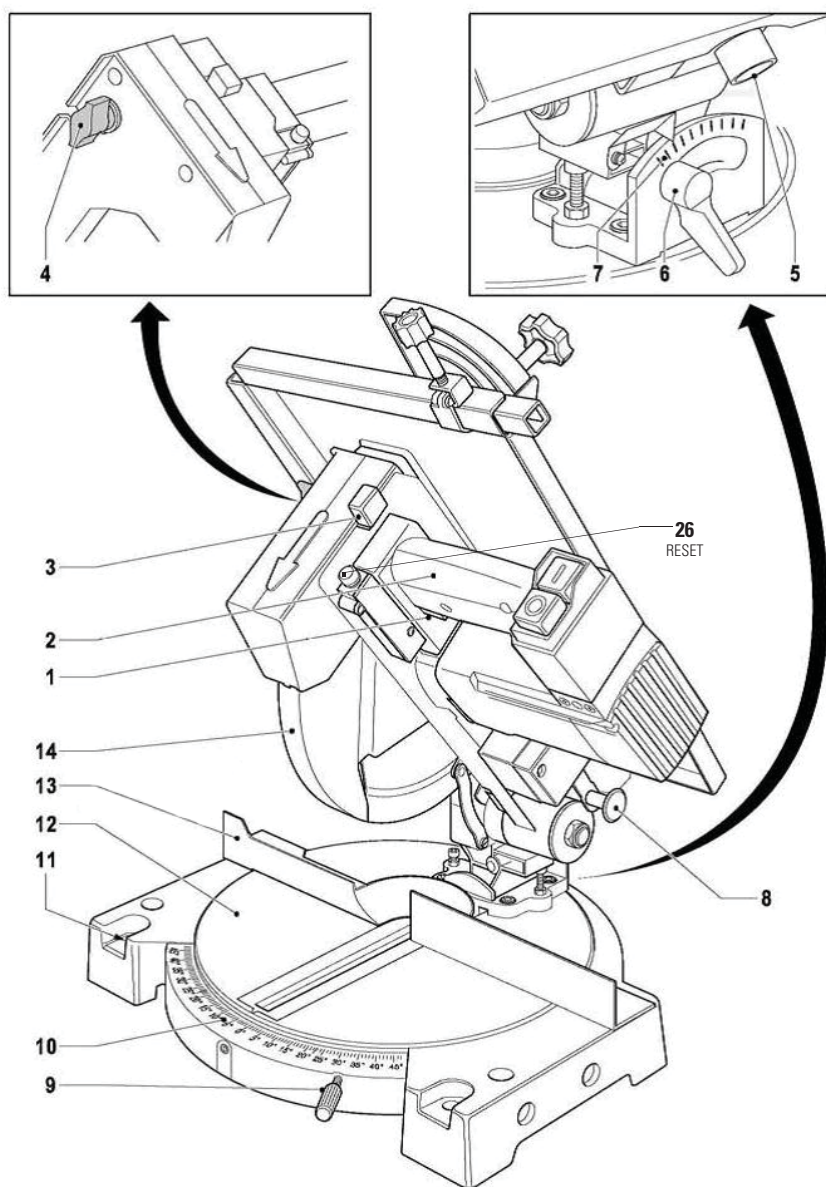

FIGURA 7.1
SIERRA MODO BANCO - FIGURA 7.1
- A. Coloque la protección inferior (14)
- B. Presione el botón traba de ángulo (1)
- C. Mueva la mesa (16) hacia abajo
- D. Empuje el perno traba (8)
- E. Afloje el tornillo (15)
- F. Afloje el tornillo (15)
- G. Reapriete el tornillo (15)
3. Ajuste el ángulo de la sierra 90° - Figura 7.1 y 8.3
- Afloje el tornillo de ajuste para mesa inferior rotativa (9).
- Defina el ángulo utilizando la escala (10).
- Apriete el tornillo de ajuste para mesa inferior rotativa. Figura 7.1.
- Afloje la llave traba ángulo (6).
- Defina el ángulo de inclinación exigido. La configuración puede ser leída en la escala (7).
- Apriete la llave traba ángulo. Figura 7.1.